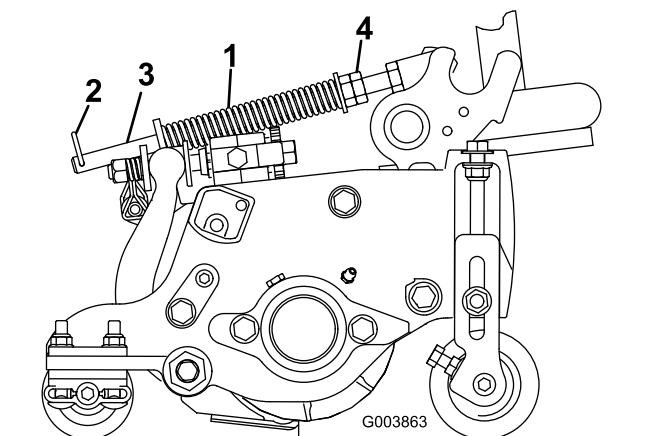

Figura 15
La molla di compensazione del manto erboso trasferisce inoltre il peso dal rullo anteriore a quello posteriore (Figura 15). per contribuire a ridurre l'ondulazione del manto erboso, detta anche fluttuazione o bobbing.
1. Verificate che la coppiglia sia montata nel foro posteriore dell'asta della molla (Figura 15).
2. Serrate i dadi esagonali sulla parte anteriore dell'asta della molla fino a ridurre la lunghezza compressa della molla a 12,7 cm sugli apparati di taglio da 12,7 cm oppure a 15,9 cm sugli apparati da 17,8 cm (Figura 15).